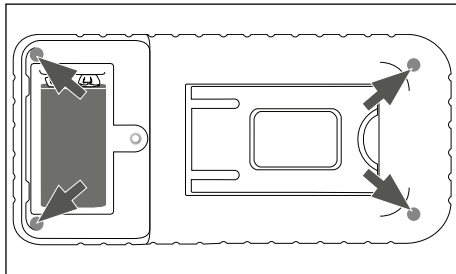

Fig. 5
- ◆ Desatornille los cuatro tornillos de la parte trasera del aparato y retire el panel de fondo (consulte la fig. 5).